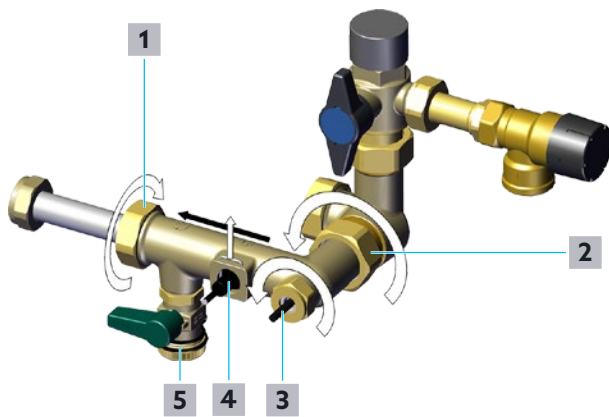

Abb. 32: Messturbine reinigen
- 7** Lösen Sie die Klammer des Volumenströmsensors (Position **4** in Abb. 32 auf Seite 50) und legen Sie diese beiseite.
- 8** Lösen Sie die Überwurfmutter des Temperatursensors Trinkwasser kalt/Zirkulation S3 (Position **3** in Abb. 32 auf Seite 50).
- 9** Ziehen Sie den Volumenströmsensor Trinkwasserkreis (Position **4** in Abb. 32 auf Seite 50) und den Temperatursensor Trinkwasser kalt/Zirkulation S3 (Position **3** in Abb. 32 auf Seite 50) vorsichtig aus der Armatur.
- 11** Lösen Sie die Überwurfmutter Trinkwasser-Vorlauf (Position **2** in Abb. 32 auf Seite 50) mit einem Maulschlüssel SW 38.
- 12** Lösen Sie die Überwurfmutter Wärmeübertragerseite (Position **1** in Abb. 32 auf Seite 50) mit einem Maulschlüssel SW 37.
Durchflussrichtung durch die Armatur (Aus Richtung der Position **1** in Richtung der Position **2** in Abb. 32 auf Seite 50). Hierzu eignet sich insbesondere ein Wasserschlauch mit entsprechender Spritzdüse.
- 4 Bauen Sie den Volumenströmsensor Trinkwasser kalt/ Zirkulation S3 (Position 3 in Abb. 32 auf Seite 50) ein.